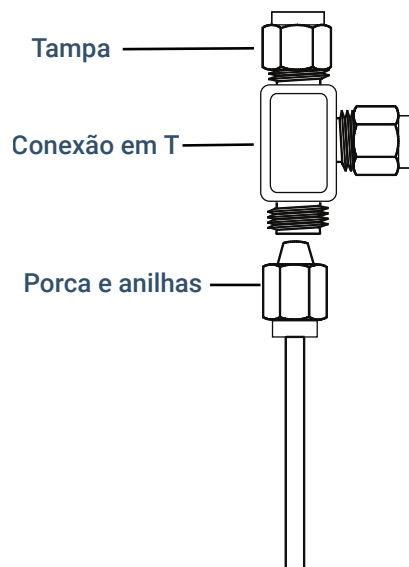

Figura 23. T Swagelok
1. Corte a tubulação onde quiser instalar o T. Conecte a tubulação e o T com uma conexão Swagelok. Consulte **Figura 23**.